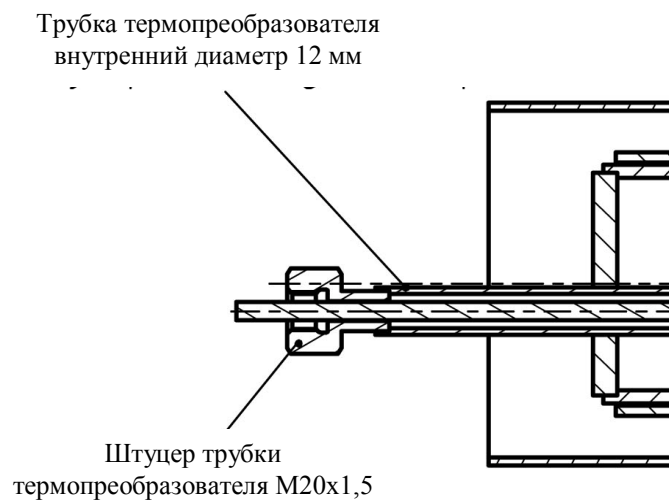

Рис. 5. Термопреобразователь
5. Термопреобразователь вворачивается в штуцер трубки термопреобразователя М20х1,5 (внутренний диаметр трубки – 12 мм) – см. Рис. 5.